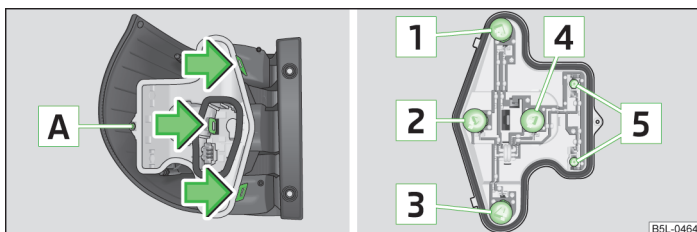

Fig. 186 Smontaggio dei gruppi ottici/Luci posteriori: Assegnazione delle lampade
Riepilogo della posizione delle luci » fig. 186.
- » Per raggiungere le lampadine, con la chiave Torx svitare leggermente la vite di sicurezza **A** e premere i tre naselli nella direzione indicata dalla freccia » fig. 186. Togliere il supporto in plastica della lampada.
- » Per sostituire la lampada **1**, **2**, **3** o **4** ruotare il connettore della lampadina sino all'arresto » fig. 186 in **senso antiorario** ed estrarla dal supporto oppure estrarre la lampada **5** dal supporto.